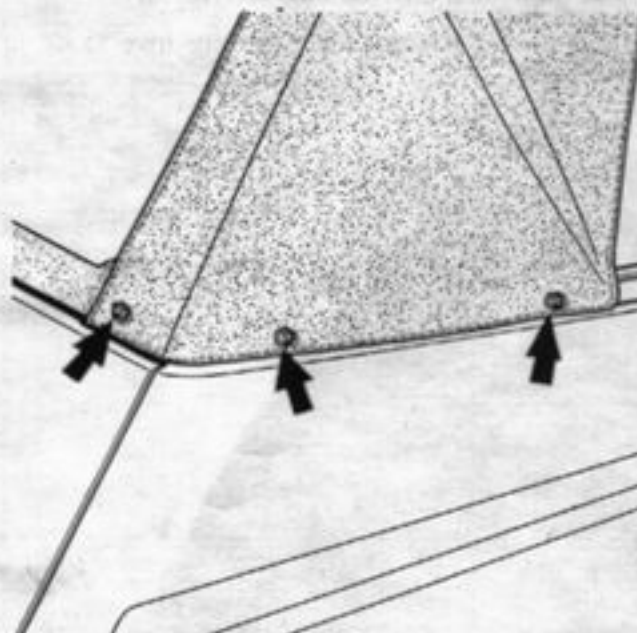

Figure 10
- Déposer les vis de maintien des parties latérales de capote, (figure 10)